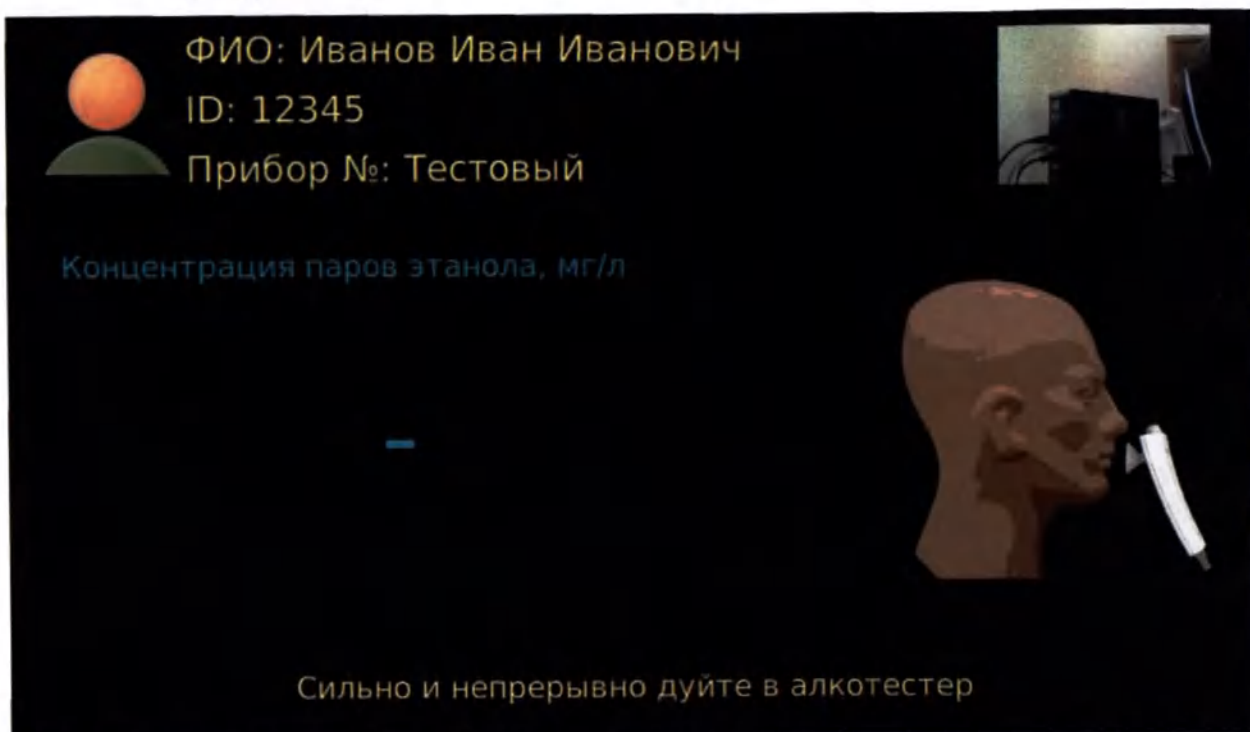

Рисунок 36 – Подготовка к измерению массовой концентрации паров этанола
8. Переход к процедуре измерения массовой концентрации паров этанола сопровождается выдачей осматриваемому работнику экрана рекомендации «Сильно и непрерывно дуйте в алкотестер» (рисунок 36).
Необходимо поднести ВИК ко рту и в соответствии с рекомендацией на экране (рисунок 36) равномерно, сильно и непрерывно дуть в течение 5-15 сек в воронку ВИК с расстояния 5-8 см.